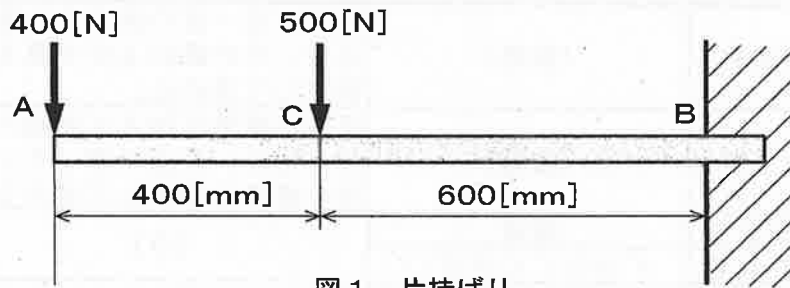

図1 片持ばり
(1) 図1のような片持ばりについて、後の①～③の問いに答えよ。